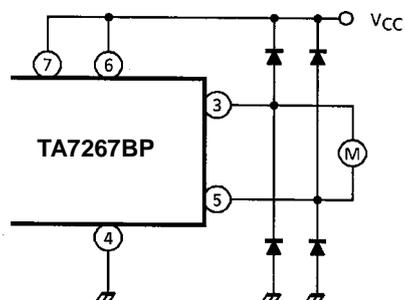

図 5
- ii) 逆起電力が大きい場合、内部のダイオード (特に上側) を破壊することがあります。その場合は i) と同じく、外付けダイオードを上側に接続してください。(図 5)